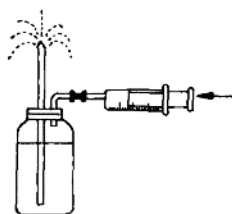

图 3
1. 医用注射器作喷泉实验的增压器，饮料瓶作反应器。（如图 3 所示）